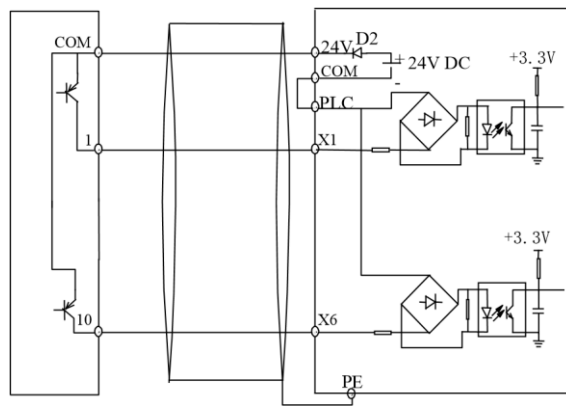

Рис. 3-9 Подключение с использованием внутреннего источника с ключами PNP
- Используйте внутренний источник питания 24 В ПЧ и внешний контроллер, оснащенный транзистором NPN с общими эмиттерами, подсоединенными согласно рис. 3-9.